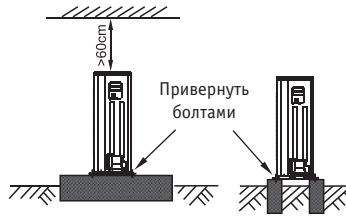

Рис. 4-5
- При сооружении бетонного основания руководствуйтесь техническими условиями для наружных блоков (см. рис. 4-5).
- Надежно закрепляйте болтами опоры устройства, чтобы исключить его падение в случае землетрясения или сильного ветра (см. рис. 4-5).